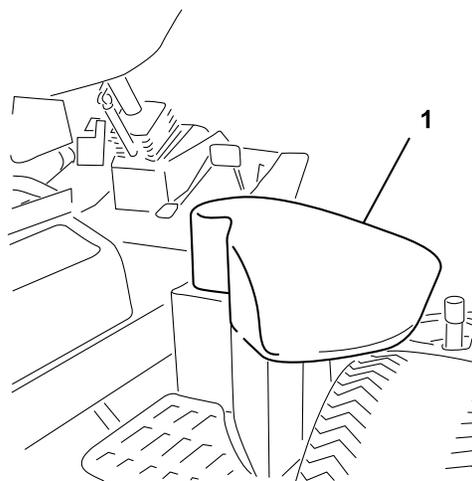

Bild 34
2. Heben Sie rechts an der Maschine die Abdeckung des Hydraulikbehälters an (Bild 34).